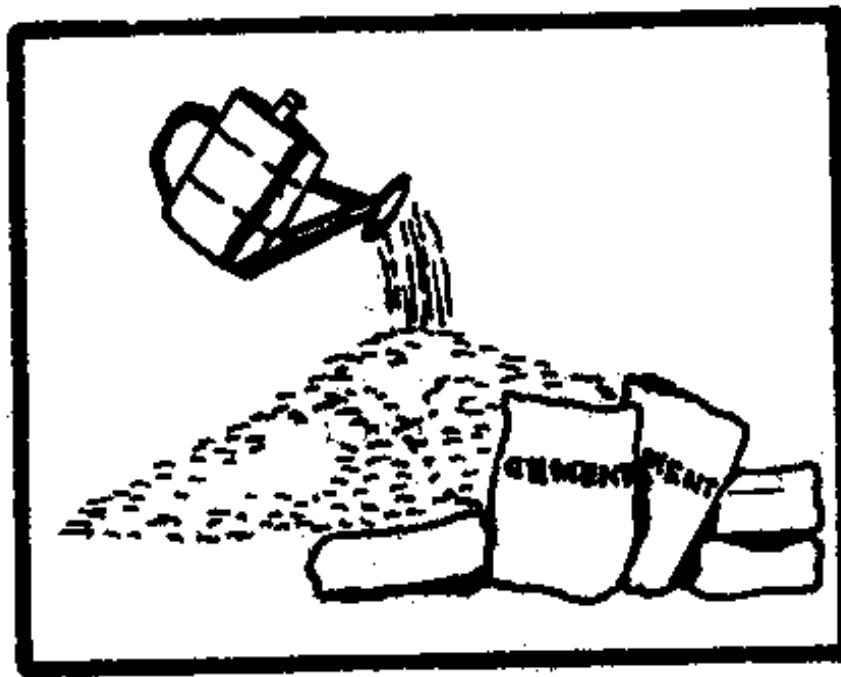

Fig. 6 - Moistenina
(1) el Cobertor fuera el completamente mezcló la mezcla del tierra-cemento en la tabla de la mezcla.
(2) Agregue el agua con una rociadura puede a menos que haciendo los charcos (vea Fig. 6).